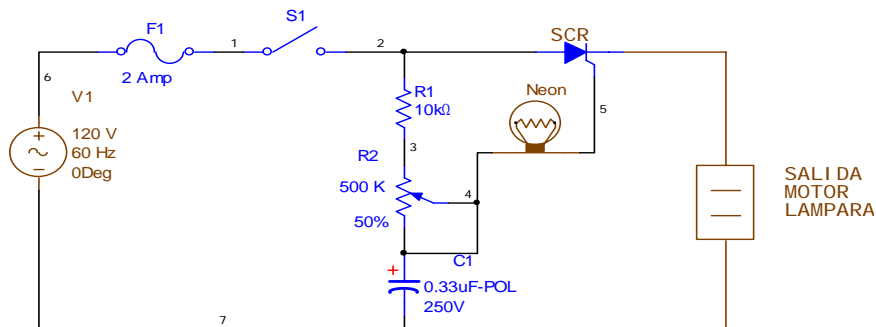

Figura 13.
- a) Construya el circuito que se muestra en la figura 13.